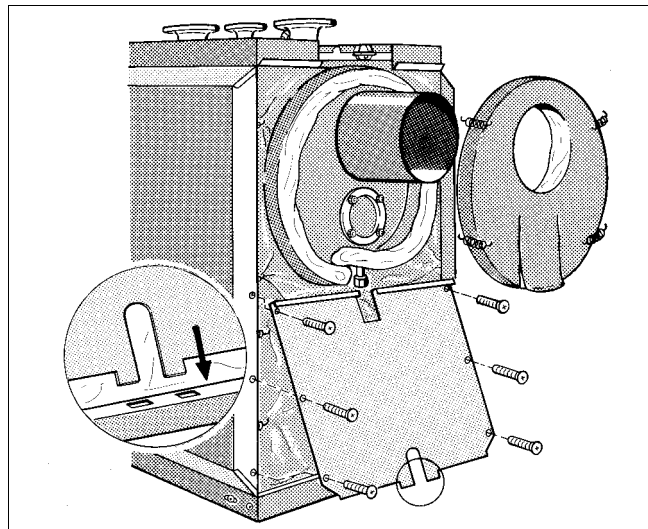

Fig. 17 Montagem do isolamento térmico
- Coloque a esteira de isolamento térmico do coletor de tiragem na superfície do coletor e fixe-a às tiras de isolamento térmico com 4 molas de aperto (fig. 17).
- Coloque a peça inferior da parede traseira em baixo com as duas palas na fenda da régua traseira da armação e aparafuse-a firmemente ao chanfro da parede lateral com parafusos de chapa (fig. 17).